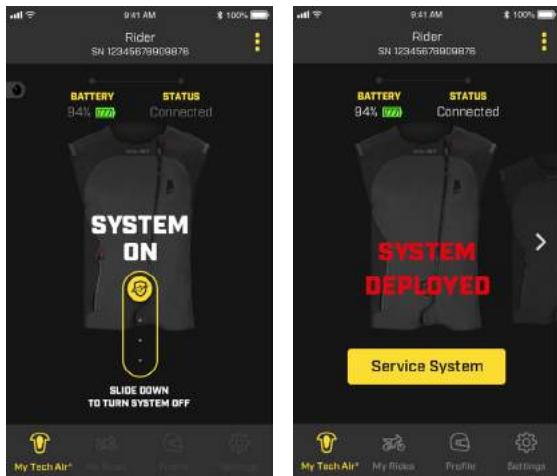

Figura 16
<p>1. Accedere all'apertura nella parte interna del gilet aprendo la zip e i ganci (Figura 11).</p>  <p>Figura 11</p> <p>2. Accedere alla centralina elettronica (ECU) (3) presente nel taschino situato sul retro del Sistema.</p>  <p>Figura 16</p>